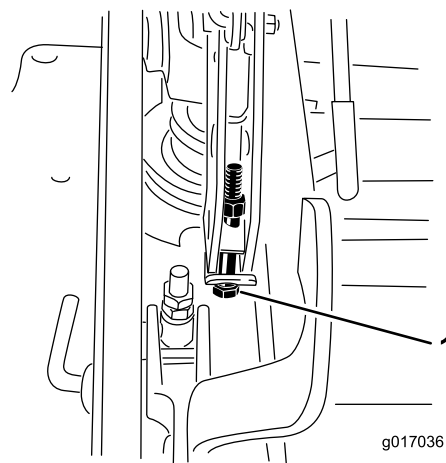

Figura 97
13. Si la carcasa está demasiado baja, apriete el perno del ajuste de un solo punto girándolo en el sentido de las agujas del reloj. Si la carcasa está demasiado alta, afloje el perno del ajuste de un solo punto girándolo en sentido antihorario (Figura 97).
14. Apriete los 2 pernos en el borde inferior de la pletina de altura de corte (Figura 97).